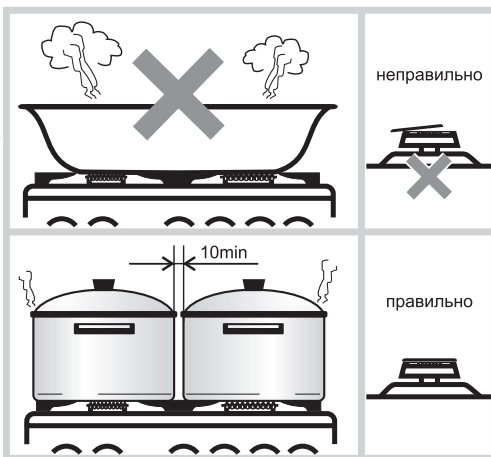

Рис. 18
- Размеры посуды (см. табл. 5 и рис. 18) и режим работы горелок нужно выбирать таким образом, чтобы пламя не вышло за края и не «лизало» боковые стенки.
- Запрещается устанавливать на решетки какие-либо дополнительные рассекатели пламени и пользоваться горелками со смещенными крышечками (рис. 18).